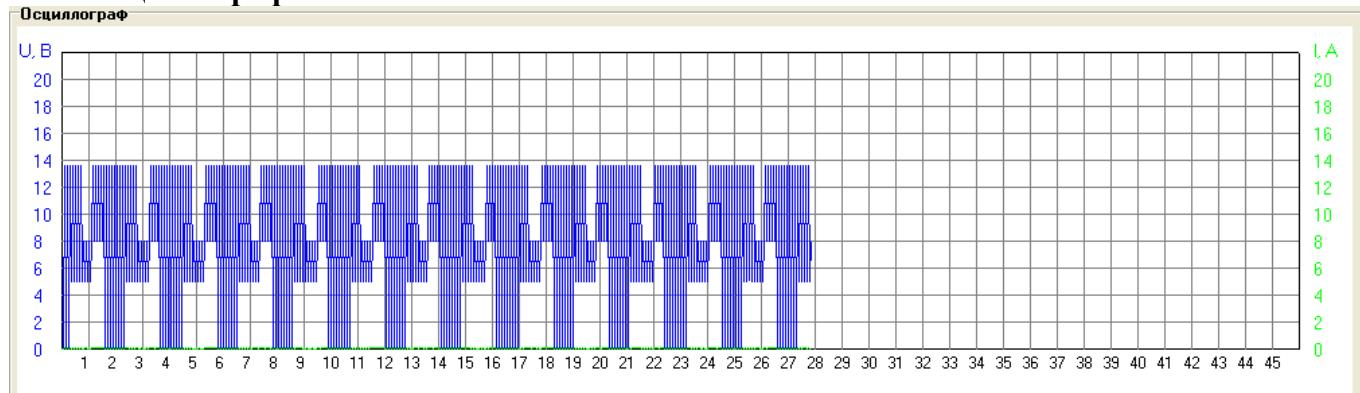

Рисунок 11
**7.10.1** В области «Осциллограф» (см. рисунок 11) в режиме реального времени выводятся графики напряжения (синим цветом) и тока (зеленым цветом), соответствующие значениям на выходе генератора. Шаг по оси напряжений – 2 В, по оси времени ~ 5 с., по оси тока – зависит от выбранной шкалы (см. п. 7.9). Диапазон отображаемых значений напряжения составляет 0 – 20 В. Таким образом, «осциллограф» является индикаторным устройством, отображающим только общий вид процесса испытаний, но не форму испытательных импульсов.